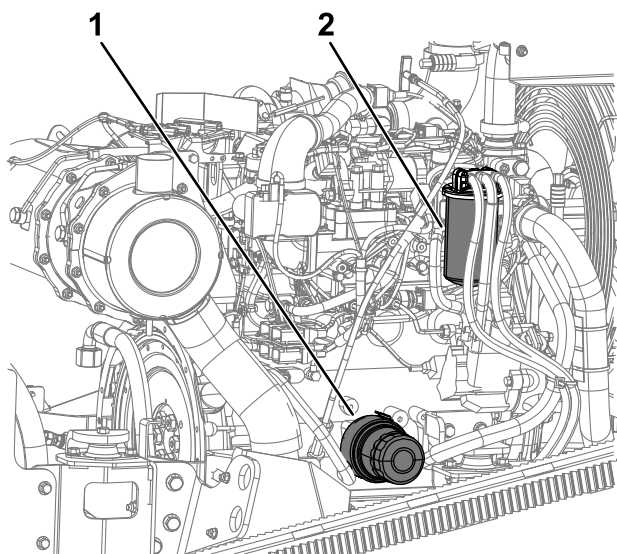

Рисунок 96
1. Очистите поверхность вокруг головки топливного фильтра (Рисунок 96).
2. Снимите фильтр и очистите монтажную поверхность головки фильтра (Рисунок 96).